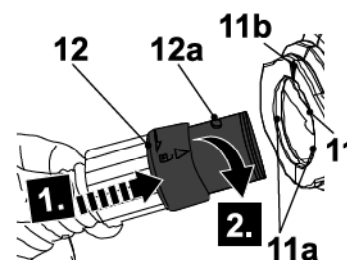

Fig. 8
- > Coloque el otro conector de manguera (12) en el punto de fijación de la entrada de aire (11) y fije los pines (12a) en las ranuras (11a) girando el conector de manguera (12) en el sentido de las agujas del reloj (Fig. 8). Asegúrese de que la flecha indicadora (11b) esté alineada con el conector de manguera (12) (Fig. 8).